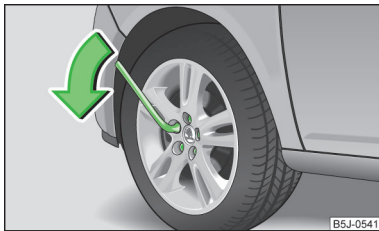

Abb. 144
- Am Schlüsselende fassen und die Schraube etwa **eine** Umdrehung in Pfeilrichtung drehen » Abb. 144.
- Am Schlüsselende fassen und die Schraube entgegen der Pfeilrichtung drehen » Abb. 144, bis diese fest ist.